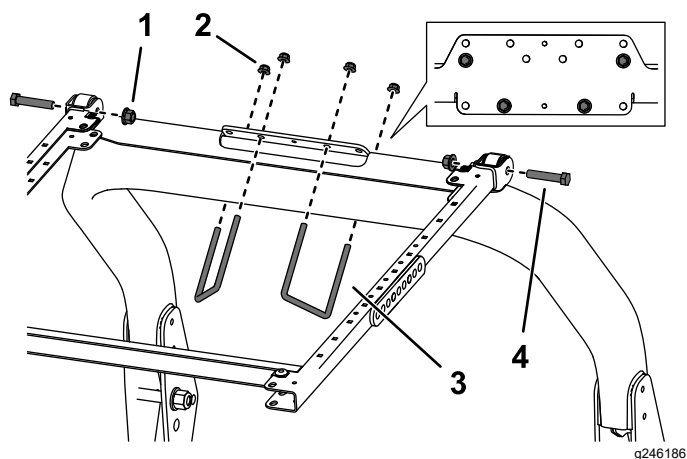

Figura 35
- Usando los taladros de montaje indicados en la Figura 35, monte el soporte de montaje del ROPS en la parte superior de la barra antivuelco con 2 pernos en U (3½" x 4") y 4 tuercas con arandela prensada.
- Coloque el soporte de montaje del ROPS encima de la barra antivuelco de la unidad de tracción (Figura 35). Asegúrese de que la barra antivuelco está centrada en el soporte de montaje del ROPS.